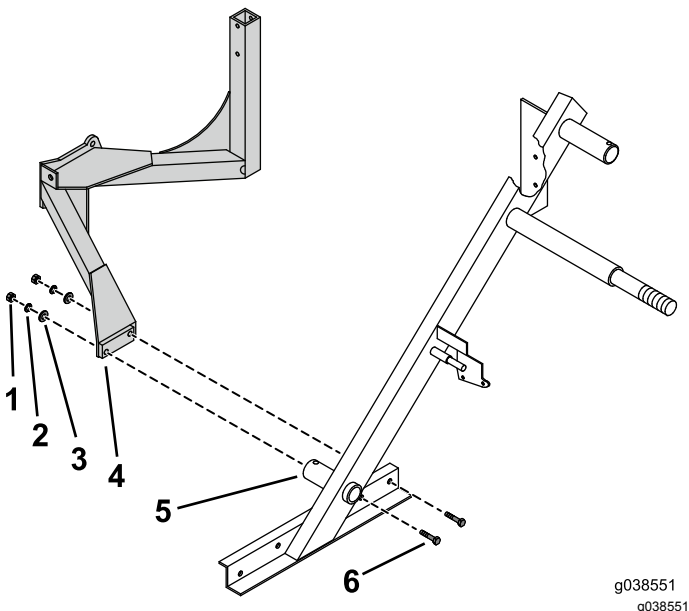

Рисунок 5
2. Прикрепите нижнюю часть монтажного кронштейна к раме сборщика с помощью двух болтов ($\frac{3}{8} \times 1\frac{3}{4}$ дюйма), шайб, стопорных шайб и гаек (Рисунок 5).